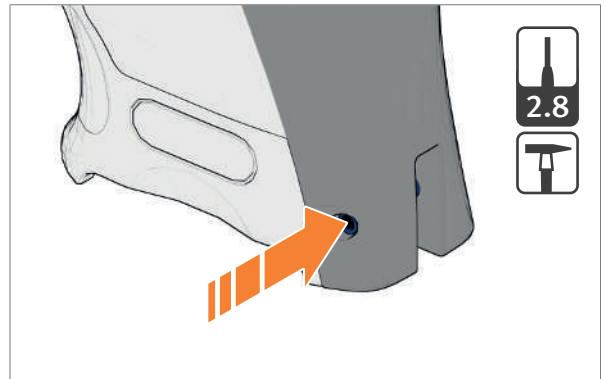

Abb. 27: Spannstift für Griff Rücken austreiben
1. Spannstift für Griff Rücken austreiben (Abb. 27).